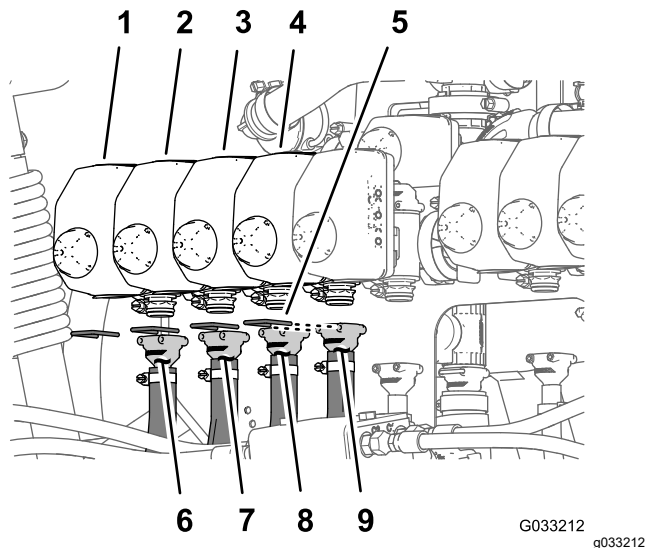
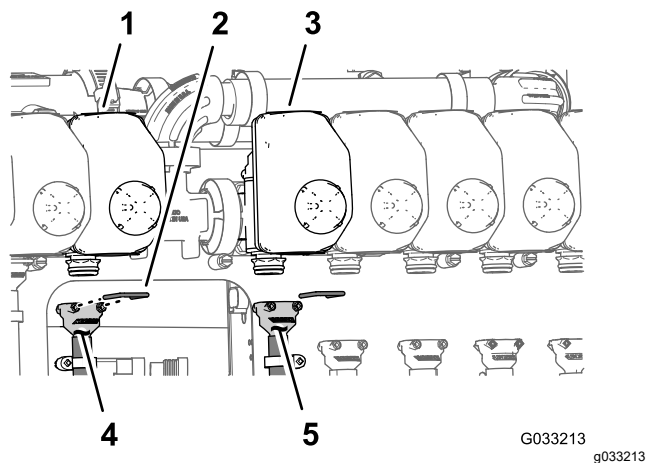

Рисунок 72
Рисунок 73
**Примечание:** Расположения клапанов сопел см. на Рисунок 72 в разделе Подсоединение шлангов к клапанам сопел с 1 по 4 \(страница 40\), на Рисунок 73 в разделе Подсоединение шлангов к клапанам сопел 5 и 6 \(страница 40\) и на Рисунок 74 в разделе Подсоединение шлангов к клапанам сопел с 7 по 10 \(страница 41\).
1. Установите прямой штуцер типа «елочка» шланга подачи длиной 279 см на соединительную муфту клапана сопла 1 (Рисунок 72).
2. Прикрепите штуцер типа «елочка» к соединительной муфте с помощью держателя (Рисунок 72).
3. Установите прямой штуцер типа «елочка» шланга подачи длиной 234 см на соединительную муфту клапана сопла 2 (Рисунок 72).
4. Прикрепите штуцер типа «елочка» к соединительной муфте с помощью держателя (Рисунок 72).
5. Установите прямой штуцер типа «елочка» шланга подачи длиной 188 см на соединительную муфту клапана сопла 3 (Рисунок 72).
6. Прикрепите штуцер типа «елочка» к соединительной муфте с помощью держателя (Рисунок 72).
7. Установите прямой штуцер типа «елочка» шланга подачи длиной 188 см на соединительную муфту клапана сопла 4 (Рисунок 72).
8. Прикрепите штуцер типа «елочка» к соединительной муфте с помощью держателя (Рисунок 72).
1. Установите прямой штуцер типа «елочка» шланга подачи длиной 81 см на соединительную муфту клапана сопла 5 (Рисунок 73).
2. Прикрепите штуцер типа «елочка» к соединительной муфте с помощью держателя (Рисунок 73).
3. Установите прямой штуцер типа «елочка» шланга подачи длиной 81 см на соединительную муфту клапана сопла 6 (Рисунок 73).
4. Прикрепите штуцер типа «елочка» к соединительной муфте с помощью держателя (Рисунок 73).